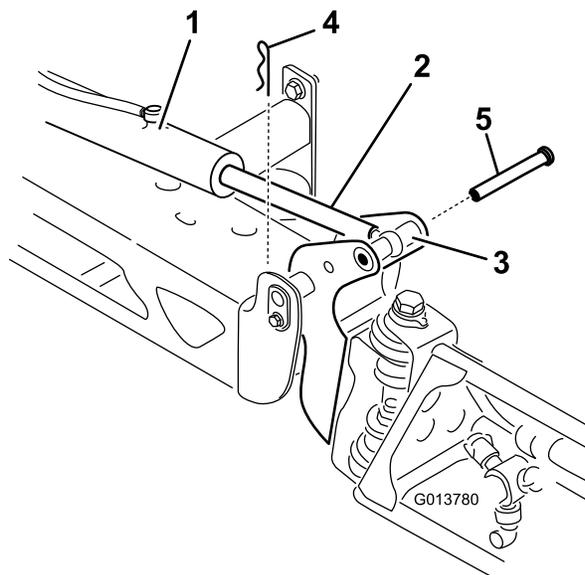

Figura 13
2. Togliete la coppiglia dal perno di articolazione (Figura 13).
3. Sollevate la barra, togliete il perno (Figura 13) e fate scendere lentamente la barra a terra.
- Alzate la barra per allineare il perno con l'asta dell'attuatore. Tenete ferma la barra e inserite il perno attraverso il perno della barra e l'asta dell'attuatore (Figura 13).